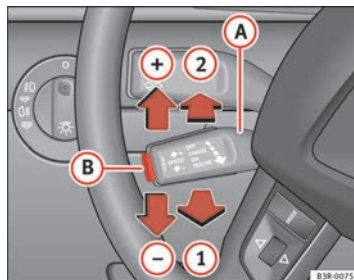

Fig. 140 Mandos del regulador de velocidad ▶
- Tire de la palanca **A** hacia la posición $\Rightarrow$ página 181, fig. 140 **1** para activar el sistema.
- Desplace la palanca **A** hacia arriba, en dirección $\Rightarrow$ página 181, fig. 140 **+**.
- Desplace la palanca **A** hacia abajo, en dirección $\Rightarrow$ página 181, fig. 140 **-**.
- Cada vez que pulse brevemente la palanca **A** hacia arriba, en dirección $\Rightarrow$ página 181, fig. 140 **+**, la velocidad programada aumentará en unos 2 km/h.
- Cada vez que pulse brevemente la palanca **A** hacia abajo, en dirección $\Rightarrow$ página 181, fig. 140 **-**, la velocidad programada disminuirá en unos 2 km/h.
Si al desconectar provisionalmente el dispositivo no había ninguna velocidad programada, se podrá programar, como sigue, una nueva velocidad: Conduzca a la velocidad deseada y pulse entonces brevemente la tecla ⇒ página 181, fig. 140 **(B)** (SET).
- Desplace la palanca **(A)** ⇒ página 181, fig. 140 a la posición **(2)** (encastrada).